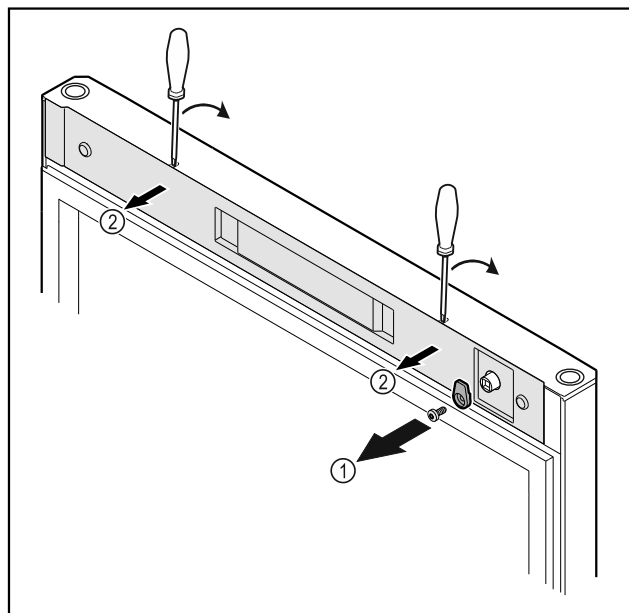

Fig. 8
- Ξεβιδώστε το άγκιστρο κλεισίματος Fig. 8 (1).
- Ξεκουμπώστε το κάλυμμα Fig. 8 (2) με ένα μικρό κατσαβίδι και αφαιρέστε το.